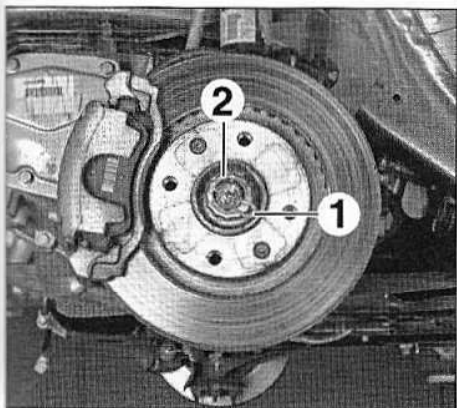
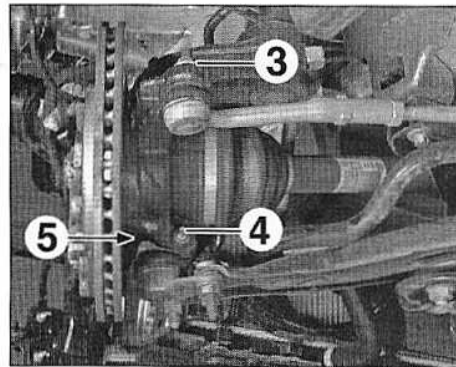
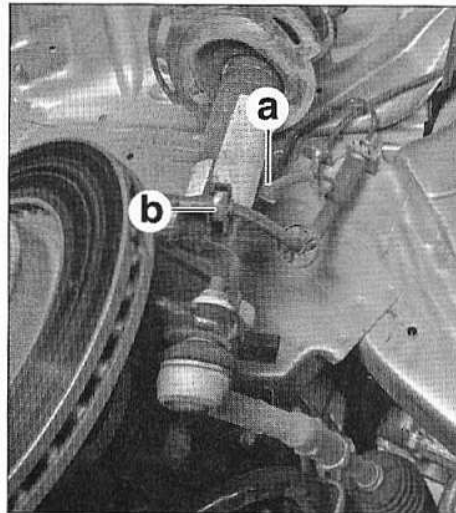

FIG.2
FIG.3
FIG.4
- l'épingle (1) (Fig.2),
- la cage-frein (2).
- l'écrou (3) (Fig.3).
- Déposer l'écrou (4) et la vis (5).
- le faisceau électrique en (a) (Fig.4),